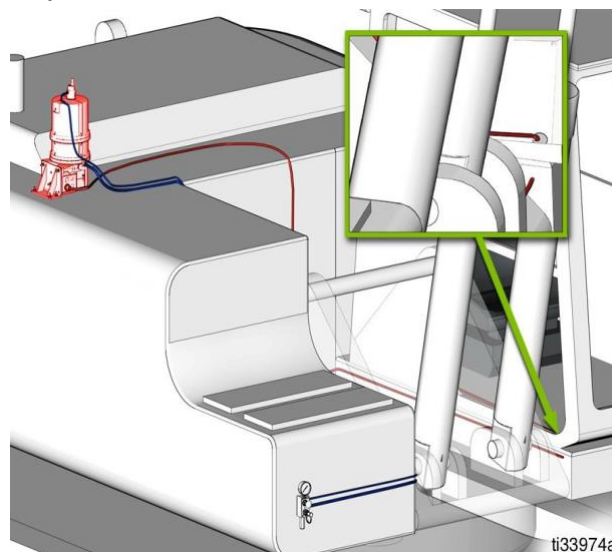

Рис. 13
- Наиболее предпочтительное место установки – плита настила вокруг кабины (Рис. 13). Плита настила не является элементом критической важности, и многие производители допускают высверливание отверстий в этой детали. Однако если такое место установки не подходит из соображений долговечности или нехватки места, определите альтернативное место установки рядом с кабиной, например, под лестницей, в отсеке двигателя или на раме.